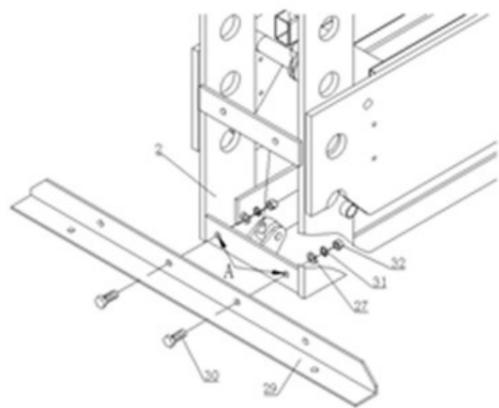

Рис. 1
4.1 **Основание:** выкрутите болты М12*30 (30), шайбы 12 (27), пружинные шайбы 12(31), гайки М12 (32) из части А рамы корпуса пресса. Затем прикрутите основание к раме корпуса вышеуказанными крепежными деталями. (см. рис. 1)